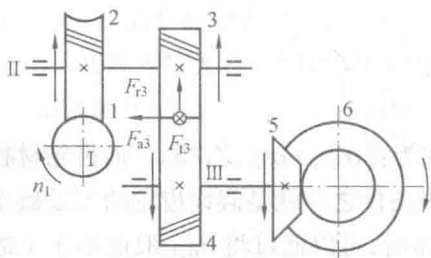

图 4.13
【题 4.91】 【解】 (1) 各轴转动方向如图 4.13 中的箭头所示。
(2) 斜齿轮 3 的螺旋线方向为右旋,斜齿轮 4 的螺旋线方向为左旋。
(3) 斜齿轮 3 所受各力(F_{t3} 、 F_{r3} 、 F_{a3})的方向如图 4.13 所示。